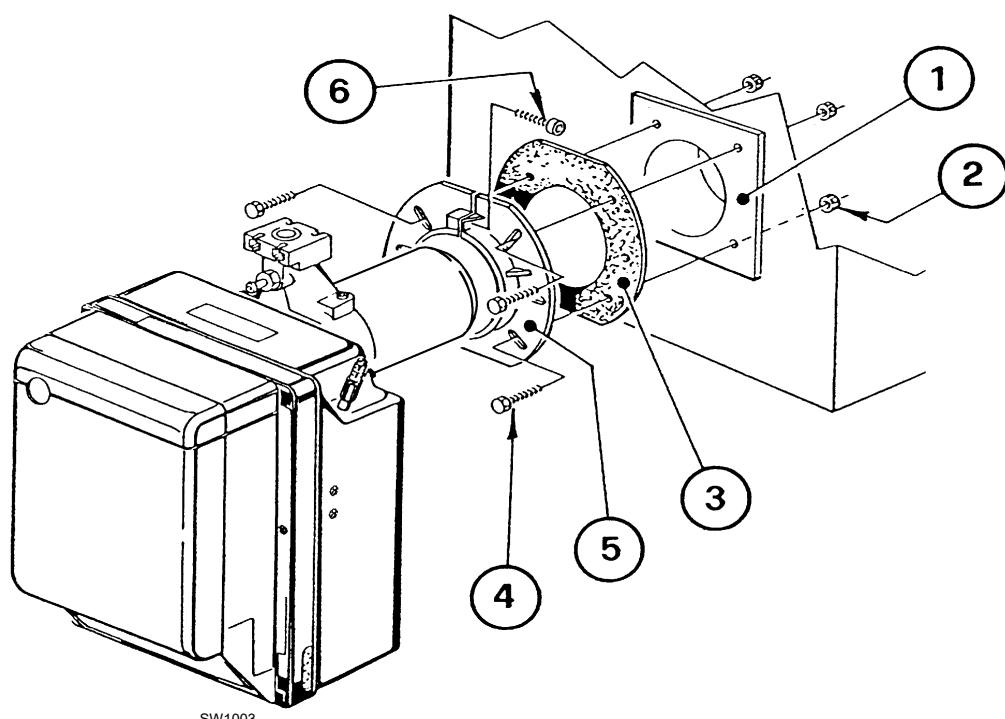

Abb. 10
- Mit den Schrauben 4) und (falls erforderlich) den Muttern 2) den Flansch 5) an der Kesseltür 1)(Abb. 10) nach Zwischenlegen der Isolierdichtung 3) montieren, dabei eine der beiden oberen Schrauben 4) locker lassen.